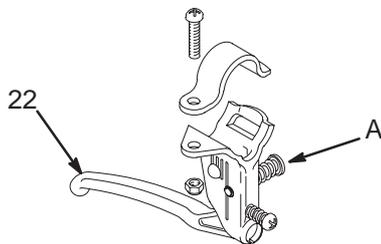

Fig. 14
1. Para una ruedecilla de movimiento libre: Apretar y sujetar la palanca de ruedecilla (22).
2. Para bloquear la ruedecilla en la posición de movimiento libre, apretar el gatillo, pulsar el botón (A) y mantenerlo en esa posición y soltar el gatillo. Véase la Fig. 14.